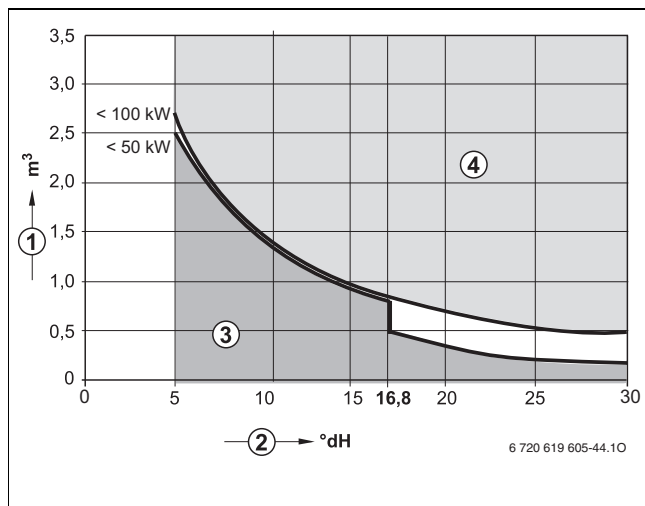

Fig. 7 Krav til fyldevandet til enkeltstående kedler op til 100 kW
- Brug udelukkende ubehandlet ledningsvand (se diagrammet i fig. 7).
Til kontrol af de tilladte vandmængder afhængigt af fyldevandets kvalitet bruges diagrammet i fig. 7.
- Hvis den nødvendige påfyldningsmængde er større end vandvolumenet i levetiden ( $\rightarrow$  fig. 7), kræves der vandbehandling. Brug kun kemikalier, vandbehandlingsmidler og lignende, der er frigivet af Milton.